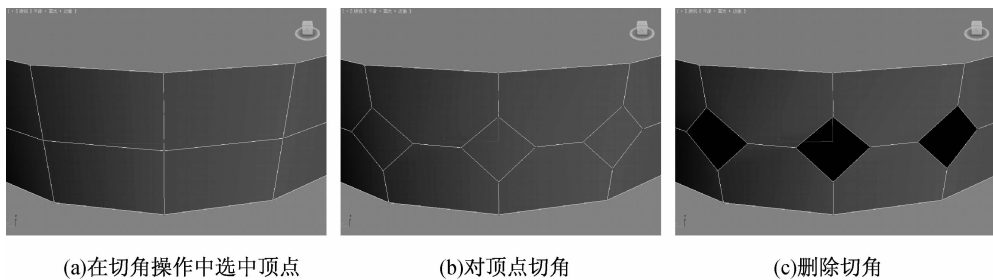

图 5-31 对顶点切角和删除切角 ▲
- 切角：可以在一个顶点产生一个多边形，也可以在弹出的“切角顶点”对话框中设置切角的大小或将当前产生的切角删除，如图 5-31 所示。